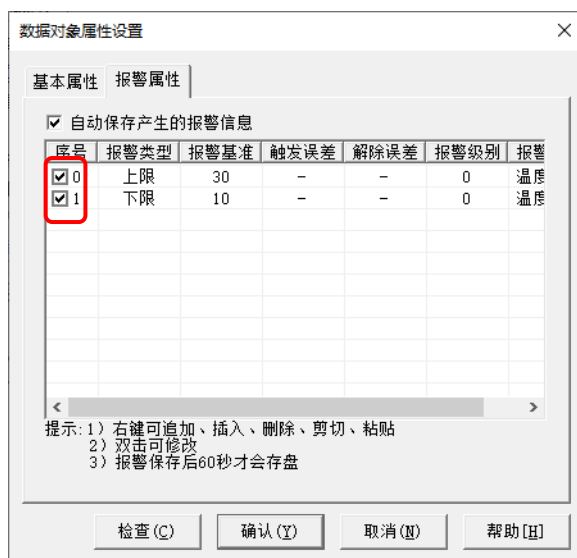

图 4.4-5 报警属性
- 查看报警序号: 首先按照进阶篇章节 4.2.2 进行变量上下限报警组态, 组态完成后, 变量“设备 0_读写 VWUB049”报警属性显示如图 4.4-5 所示, 可以看到该变量上限报警序号为“0”, 下限报警序号为“1”。